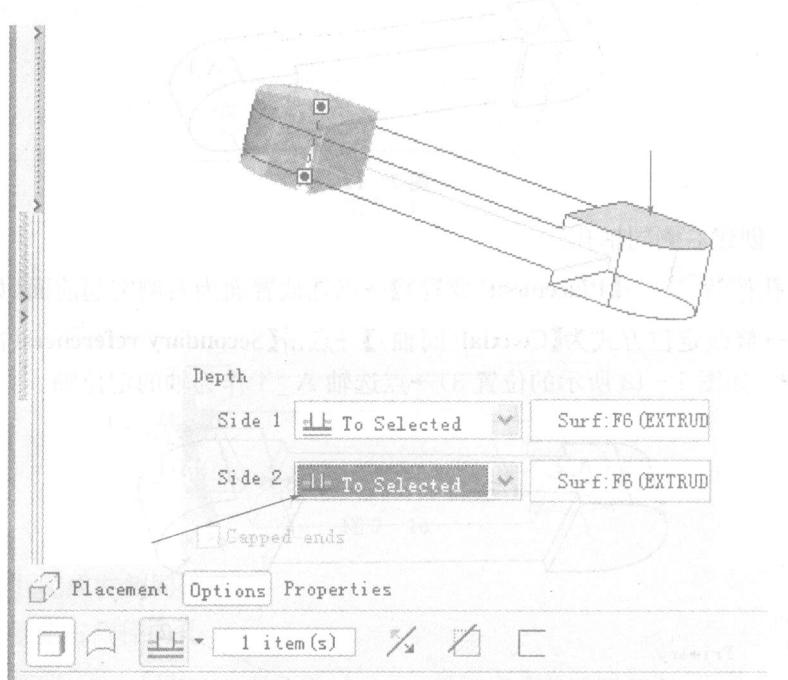

图 7-10
⑧ 修改“Side 2(第 2 侧)”深度方式为【To Selected(到选定的)】→(翻转模型)点选右侧突起后面(如图 7-10 所示)。